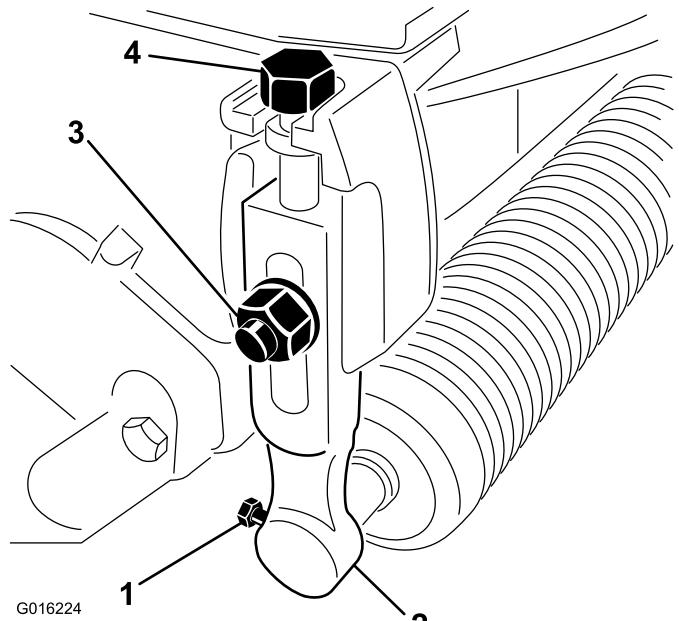

Figura 1
2. Desaperte os parafusos que prendem cada extremidade do rolo da frente aos braços da altura de corte (Figura 1).
3. Retire os parafusos do arado, anilhas e porcas que prendem os braços da altura de corte a cada extremidade da unidade de corte (Figura 1). Retire os braços da altura de corte e conjunto do rolo.
4. Remova os parafusos de ajuste da altura de corte dos braços da altura de corte (Figura 1).